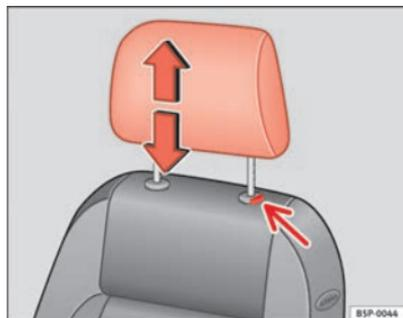

Fig. 92 Poggiatesta: regolazione dell'altezza oppure smontaggio
- Premere il tasto ⇒ fig. 92 (freccia).